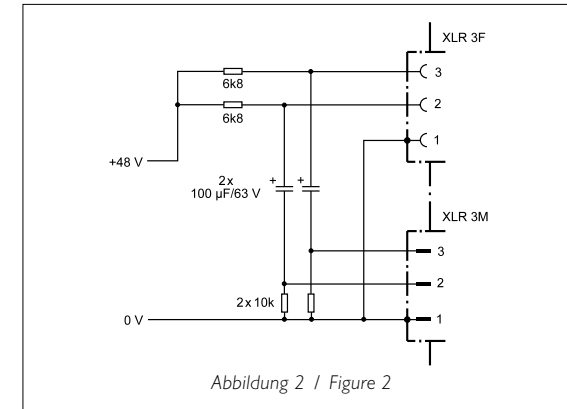

Abbildung 2 / Figure 2
b) In jede abgehende Modulationsleitung kann zur Abblockung der  $48\text{ V}$ -Gleichspannung eine RC-Kombination eingefügt werden (siehe Abb. 2 und Neumann-Information Nr. 84221).
b) In every outgoing modulation lead, an RC network can be incorporated to block the  $48\text{ Vdc}$  voltage. (See Figure 2 and Neumann-Information No. 84221).